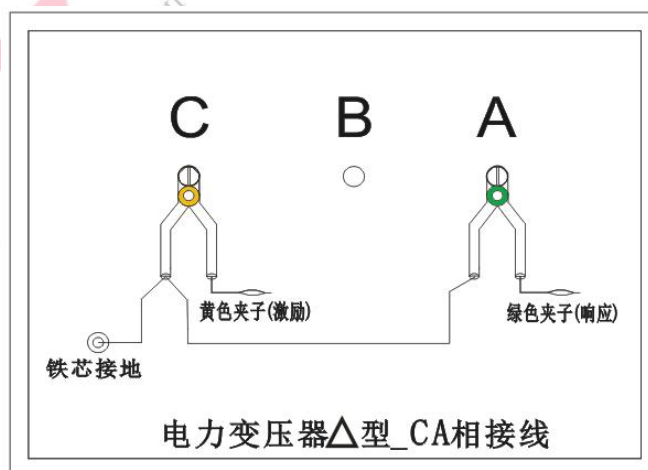

图 12
4.3.4 以上接线完成对三相△形的 CA 相测量接线, 如图 12。